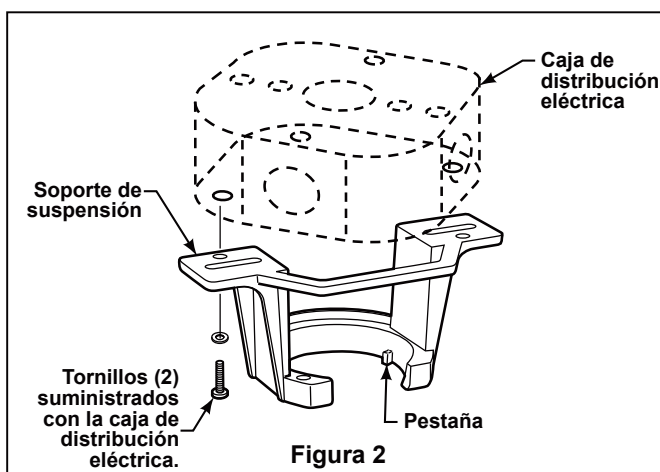
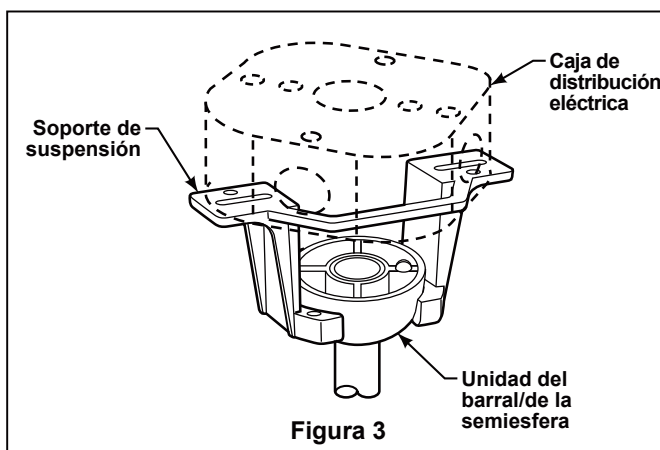

Figura 2
Figura 3
Caja profunda (Figura 2)
Profunda caja con aparato ortopédico (Figura 3)
3. Afloje los dos tornillos de fijación del soporte del barral. Alinee los orificios del pasador en el barral con los orificios del soporte del mismo. Coloque el pasador y asegúrelo con el pasador de horquilla. (Figura 2) Asegúrese de empujar la pata recta del pasador de horquilla a través del orificio cerca de la punta del pasador hasta que la parte curva del pasador de horquilla se cierre con un clic alrededor del pasador. El pasador de horquilla debe estar instalado correctamente para evitar que el pasador se afloje. Tire del barral para asegurarse de que el pasador está instalado correctamente. Fije los dos tornillos de presión y las tuercas de seguridad en el soporte de la varilla interior.
4. Pase los cables a través de la cubierta de unión del motor y la cubierta para el tornillo del capuchón y el capuchón. Coloque la cubierta para el tornillo del capuchón y el capuchón sobre el ventilador con el lado abierto apuntando hacia arriba. (Figura 3)
6. Deslice la cubierta de unión del motor hacia abajo hasta que toque la parte superior de la caja. (Figura 3)
1. Fije bien el soporte de suspensión a la caja de distribución con los tornillos y las arandelas suministrados con la misma (Figura 2).
NOTA: Se deben pasar los tornillos de la caja de distribución eléctrica a través de los orificios que se encuentran en el soporte de suspensión (Figura 2).
3. Con cuidado, levante el ventilador y apoye la unidad del barral/de la semiesfera en el soporte de suspensión que acaba de fijar a la caja de distribución eléctrica (Figura 3). Asegúrese de que la ranura en la semiesfera esté alineada con el reborde del soporte de suspensión (Figura 2).
- Conecte los cables como se indica: (Figura 3)
2. Fije firmemente la unidad de soporte de la placa de iluminación descendente a la placa del adaptador ajustando los tres tornillos que se incluyen con el ventilador. (Figura 2)
3. Instale dos bombillas Candelabra (incluidas - 60 vatios como máximo) en cada uno de los portalámparas de la unidad de soporte de la placa de iluminación descendente. (Figura 3)
2. Restablezca la fuente de alimentación de la toma de corriente encendiendo la electricidad del fusible principal. (Figura 2)
2. Instale el soporte de control con los dos tornillos #6-32x 3/4". Empuje los cuatro tapones de plástico para cubrir los orificios de los tornillos. (Incluidos con el mando). (Figura 2).
2. Instale el soporte de control con los dos tornillos #6-32x 1". Empuje los cuatro tapones de plástico para cubrir los orificios de los tornillos. (Incluidos con el mando). (Figura 2).